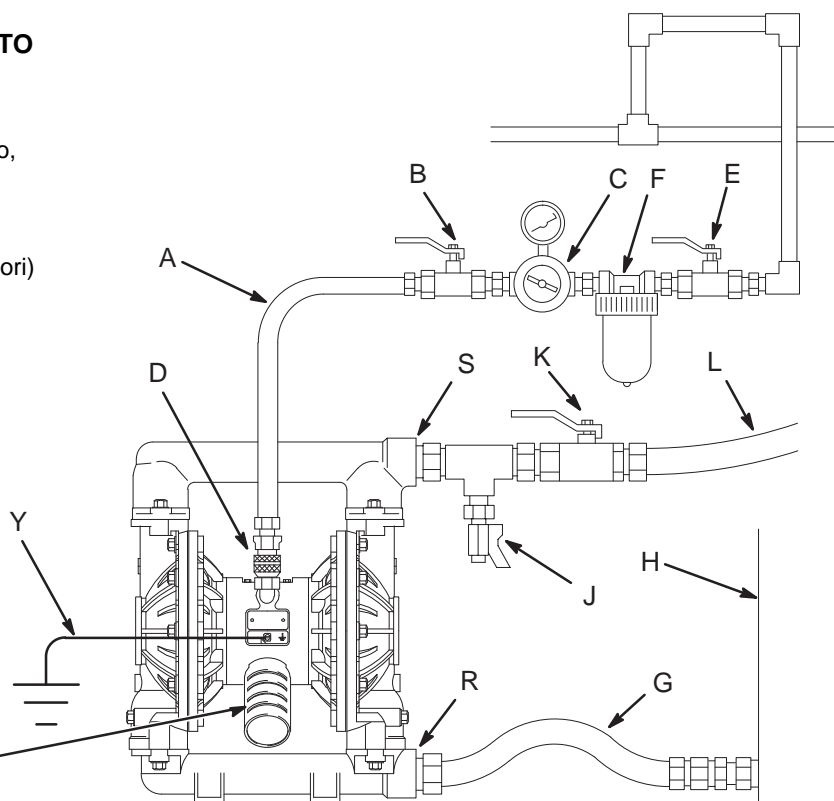

FIG. 2
È necessaria una valvola di sfiato principale di tipo a spurgo (B) nel sistema per eliminare l'aria rimasta intrappolata tra la valvola stessa e la pompa. L'aria intrappolata può avviare accidentalmente la pompa, causando gravi lesioni fisiche, comprese quelle derivanti da spruzzi negli occhi o sulla pelle esposta, da parti in movimento o contaminazione da fluidi pericolosi. Vedere: FIG. 2.
1. Installare gli accessori della linea dell'aria come illustrato in FIG. 2. Montare questi accessori sulla parete o su una staffa. Accertarsi che la linea dell'aria che rifornisce gli accessori sia collegata a terra.
- a. Installare un regolatore dell'aria (C) e un manometro per controllare la pressione del fluido. La pressione del fluido in uscita sarà uguale all'impostazione del regolatore dell'aria.
- b. Predisporre una valvola di sfiato principale di tipo a spurgo (B) vicino alla pompa ed utilizzarla per scaricare l'aria intrappolata. Vedere **l'AVVERTENZA** sopra riportata. Predisporre un'altra valvola di sfiato principale (E) a monte di tutti gli accessori della linea dell'aria e utilizzarla per isolarli durante la pulizia e la riparazione.
- c. Il filtro della linea dell'aria (F) elimina lo sporco e l'umidità dalla linea di alimentazione di aria compressa.
Una valvola di drenaggio del fluido (J) è necessaria per diminuire la pressione nel tubo, se collegato. La valvola di drenaggio riduce il rischio di gravi lesioni inclusi spruzzi negli occhi o sulla pelle o di contaminazione da fluidi pericolosi quando viene rilasciata la pressione. Installare la valvola vicino all'uscita del fluido dalla pompa. Vedere: FIG. 2.
1. **Utilizzare flessibili del fluido messi a terra (L).**
4. Posizionare la parte terminale del flessibile del fluido (L) in un contenitore appropriato.
5. Chiudere la valvola di drenaggio del fluido (J). Vedere: FIG. 2.
6. Chiudere il regolatore dell'aria della pompa (C). Aprire tutte le valvole di sfiato principali di tipo a spurgo (B, E).
8. Aprire lentamente il regolatore dell'aria (C) fino a quando la pompa non inizia a funzionare. Lasciare che la pompa funzioni lentamente fino alla completa fuoriuscita dell'aria dalle condotte e all'adescamento della pompa.